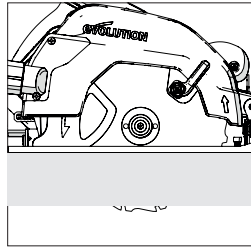

Fig. 12
- In molti casi la profondità di taglio deve essere regolata alla stessa altezza dello spessore del materiale da tagliare più la metà della altezza di un dente della sega (dalla sua punta alla radice). (**Fig. 12**)
(13) REGOLAZIONE DELL'ANGOLO DI TAGLIO (SMUSSO)